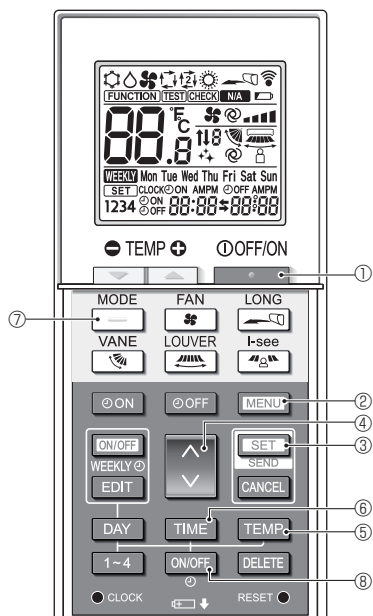
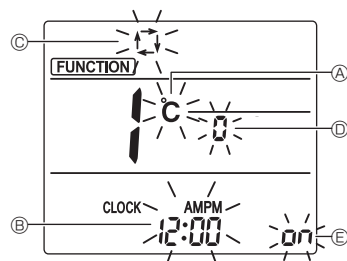
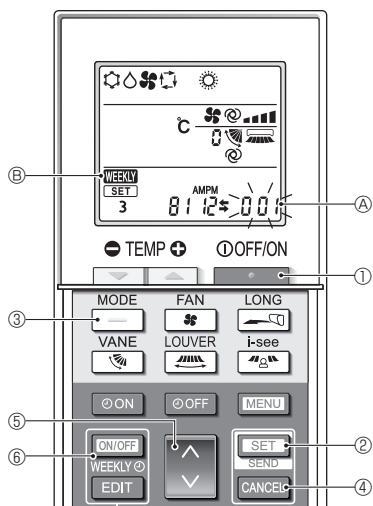

Fig. 4-10
Fig. 4-11
Fig. 4-12
1. Pulse el botón **TEMP** ① para detener el acondicionador de aire.
2. Pulse el botón **MENU** ②.
- Se mostrará la pantalla de configuración de funciones y parpadeará el n.º de función (A). (Fig. 4-10)
3. Compruebe que se muestra la función N.º "1", y luego pulse el botón **SET** ③.
- Se visualizará la pantalla de configuración de la visualización de Pantalla. (Fig. 4-11)
- Pulse el botón **UP** ④ para cambiar el n.º de función.
4.13.2. Cambiar la unidad de temperatura (Fig. 4-11 (A))
- Pulse el botón **TEMP** ⑤.
- Cada vez que pulse el botón **TEMP** ⑤, el ajuste cambiará de **C** a **F**.
4.13.3. Cambiar la visualización de la hora (Fig. 4-11 (B))
- Pulse el botón **TIME** ⑥.
- Cada vez que pulse el botón **TIME** ⑥, el ajuste cambiará de **12:00** a **24:00**.
4.13.4. Cambiar el modo AUTO (Fig. 4-11 (C))
- Pulse el botón **MODE** ⑦.
- Cada vez que pulse el botón **MODE** ⑦, el ajuste cambiará de **1** a **2**.
4.13.5. Cambiar el N.º de par (Fig. 4-11 (D))
- Pulse el botón **UP** ④.
- Cada vez que pulse el botón **UP** ④, cambia el N.º de par 0-3.
- Pulse el botón **ON/OFF** ⑧.
- Cada vez que pulse el botón **ON/OFF** ⑧, el ajuste cambiará de **on** a **off**.
- Pulse el botón **SET** ③.
- El N.º de función (A) parpadea. (Fig. 4-10)
- Pulse el botón **MENU** ②.
4.13.8. Cómo desactivar el funcionamiento en modo Auto (Fig. 4-12)
- Si el temporizador semanal está activado, pulse el botón **ON/OFF WEEKLY** ⑥ para desactivarlo. (**WEEKLY** ⑥ desaparece).
2. Pulse el botón **SET** ② durante 5 segundos.
- El equipo entra en el modo de ajuste de funciones. (El número de ajuste del modelo de grupo (A) parpadea).
3. Pulse el botón **UP** ④.
4. Completar los ajustes (Fig. 4-12)
- Pulse el botón **SET** ② durante 5 segundos.